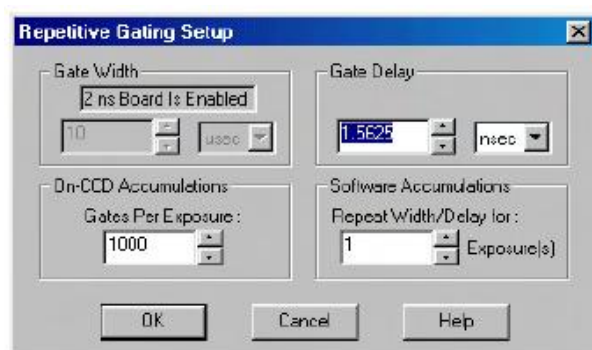

图 40 Repetitive Gating 对话框
- 4、设置完触发频率后，设置门控参数。当 500 ps 选项有效时，您会在门控设置对话框中看到“2 ns Board Is Enable”（例如，图 40 所示的 Repetitive Gating 对话框）。